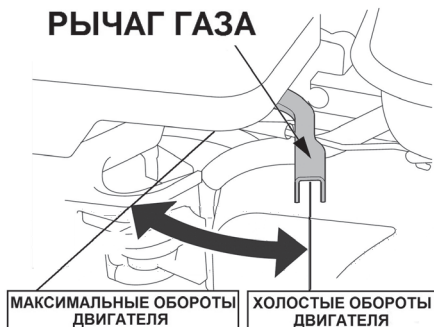

Рис. 21 Положения рычага газа
4. Переведите рычаг газа на 1/3 хода из положения холостых оборотов в сторону положения максимальных оборотов двигателя (Рис. 21).